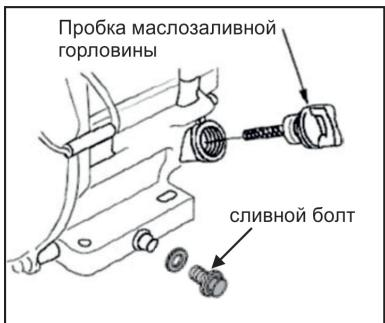

Рис. 17
2. Выкрутите пробку маслозаливной горловины (рис. 17);
3. Выкрутите сливной болт (рис. 17);